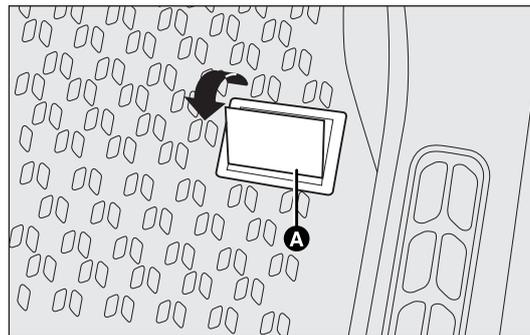

fig. 193
– en la plataforma del habitáculo, cerca del asiento delantero derecho; para acceder es necesario abrir la tapa A-fig. 193;